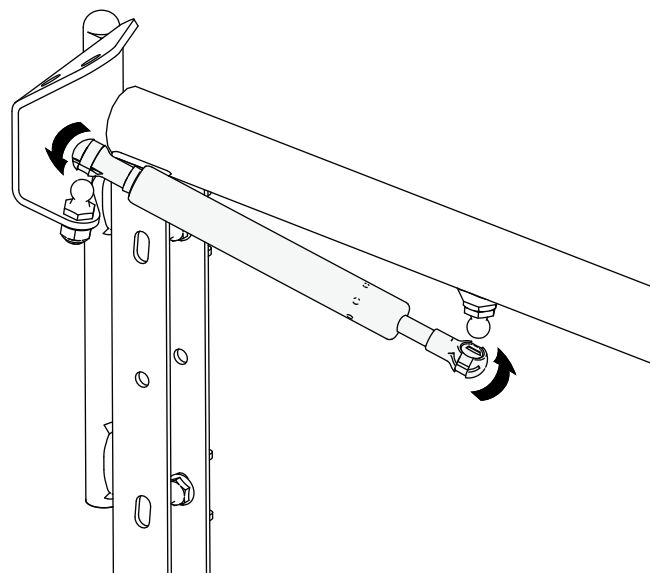

Figura 12
8. Montate una molla a gas sugli spinotti, come illustrato nella Figura 12, con l'estremità fissa attaccata alla cerniera superiore.